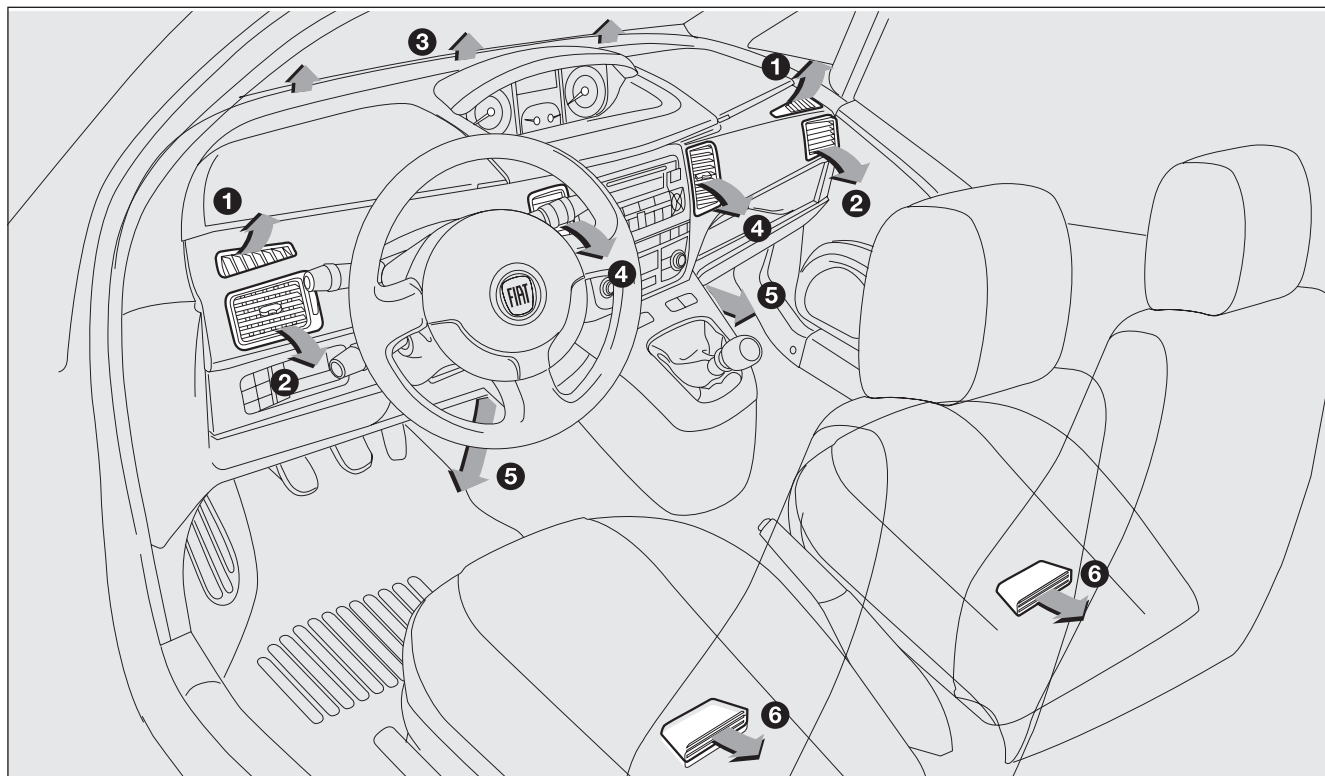

fig. 57
-  suministro de aire de los difusores centrales y salidas laterales 2 y 4 **fig. 57**;
-  permite el suministro de aire de los difusores centrales laterales (2) y (4) y hacia abajo (5) y (6) **fig. 57** (función bilevel);
-  permite el suministro de aire hacia abajo (5) y (6) **fig. 57**;
-  permite el suministro de aire hacia abajo (5) y (6) y contemporáneamente hacia el parabrisa (3) **fig. 57**;
-  permite el desempañamiento y el descongelamiento del parabrisa (3) y de las lunas laterales delanteras (1) **fig. 57**.
- ☐ abrir completamente los difusores de aire centrales (4) y laterales (2) **fig. 57**;
- suministro de aire de los difusores centrales y salidas laterales (2) y (4) **fig. 57**;
- permite el suministro de aire de los difusores centrales laterales (2) y (4) y hacia abajo (5) y (6) (**fig. 57** (función bilevel));
- permite el suministro de aire hacia abajo (5) y (6) **fig. 57**;
- permite el suministro de aire hacia abajo (5) y (6) y contemporáneamente hacia el parabrisa (3) **fig. 57**;
- permite el desempañamiento y el descongelamiento del parabrisa (3) y de las lunas laterales delanteras (1) **fig. 57**